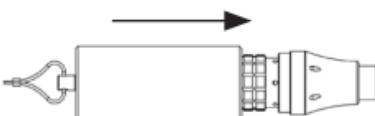

Figure 3
- Placer le manchon du connecteur sur l'extrémité connecteur de la pièce à main électrique (Figure 3).
Mise en garde : L'extrémité connecteur de la pièce à main électrique doit être scellée avec le manchon de connecteur fourni avec le panier (Figure 3).